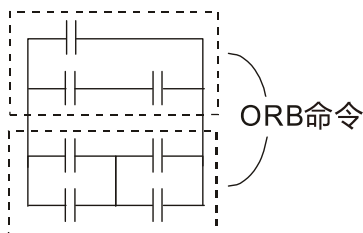

图 16-35
5. **ORB 命令**: 一区块与一装置或与一区块并接的组合。如下图 16-35 所示: